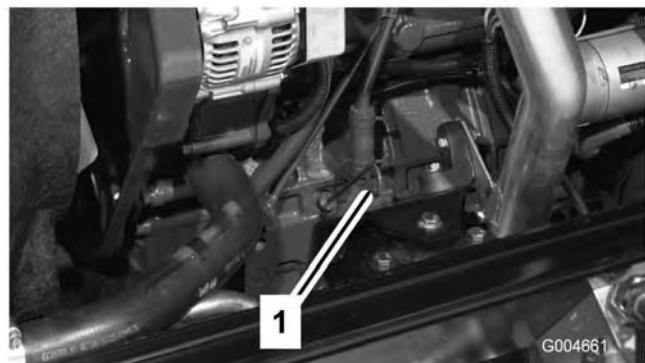

Figura 5
3. Retire la varilla, límpiela, vuelva a colocarla en el tubo y retírela de nuevo. El nivel de aceite debe llegar a la marca "FULL" (lleno) (Figura 5).